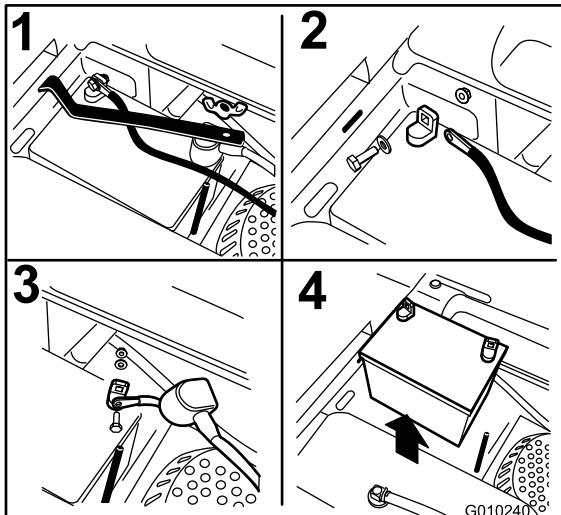

Bild 53
3. Nehmen Sie die Flügelmutter ab, mit denen die Batterieklemme befestigt ist (Bild 53).
1. Setzen Sie die Batterie so in das Fach, dass die Klemmen auf der anderen Seite des Kraftstofftanks sind (Bild 53).
4. Befestigen Sie die Kabel mit zwei Schrauben, 2 Scheiben und 2 Sicherungsmuttern (Bild 53).
6. Setzen Sie die Klemme auf auf und befestigen Sie sie mit der Flügelmutter (Bild 53).
4. Nehmen Sie die Klemme ab (Bild 53).
5. Klemmen Sie zunächst das Minuskabel (schwarz) vom Minuspol (-) (schwarz) der Batterie ab (Bild 53).
6. Schieben Sie die rote Polkappe vom Pluspol (rot) der Batterie ab, und klemmen Sie das Pluskabel (+) (rot) ab (Bild 53).